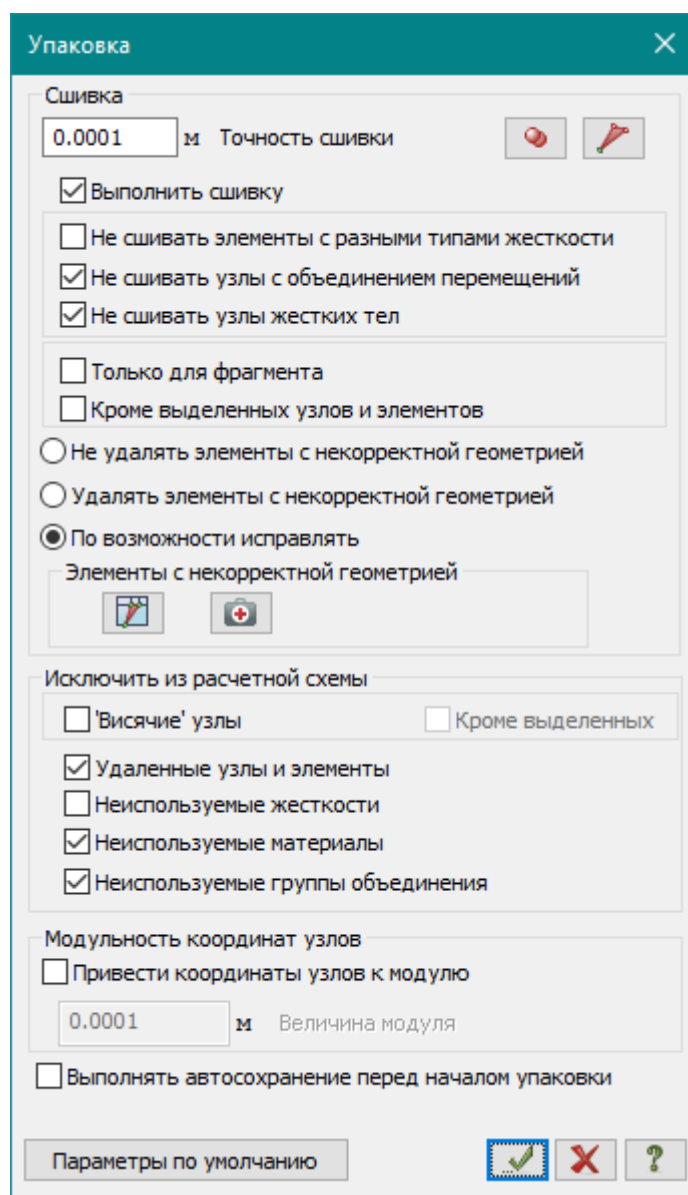

Рис.4.6. Диалоговое окно **Упаковка**
**редактирование**) вызовите диалоговое окно **Упаковка** (рис.4.6). В этом окне щелкните по кнопке  – **Применить** (упаковка схемы производится для сшивки совпадающих узлов и элементов, а также для безвозвратного исключения из расчетной схемы удаленных узлов и элементов).